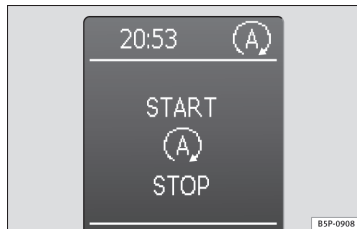

Abb. 138 Anzeige am Display des Kombiinstruments während des Start-Stopp-Betriebs
- Am Display des Kombiinstrumentes wird der Funktionszustand des Start-Stopp-Systems angezeigt ⇒ **Abb. 138**.